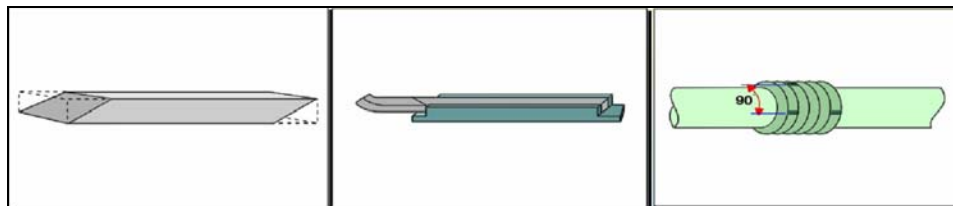

Figura 16 – Corte oblíquo, dispositivo de corte e posicionamento das gaxetas.
- 6º. Cortar novos anéis de gaxeta com as extremidades oblíquas. Para execução do corte pode ser confeccionado um dispositivo (vide figura 16).
- 10º. Montar os anéis de gaxeta com os cortes defasados a 90° (vide figura 16).